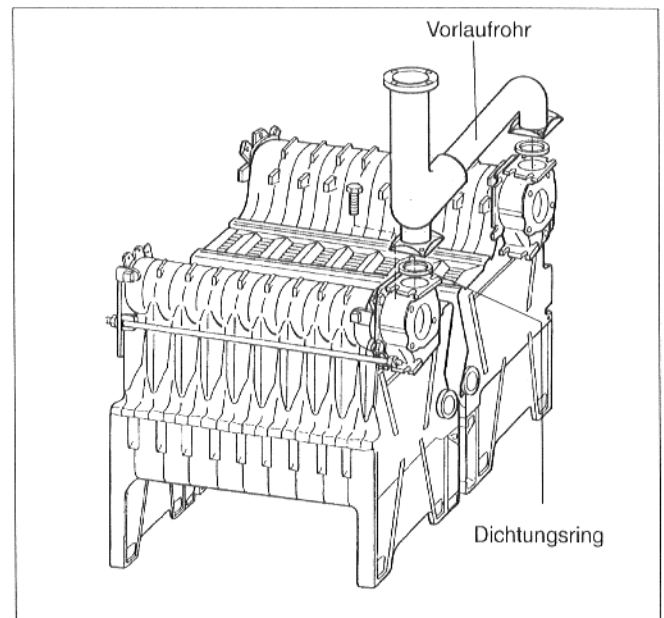

Abb. 10
- Dichtungsring auf die Oberseite der beiden Flansche legen. Vorlaufrohr aufsetzen und anschrauben (Abb. 10).